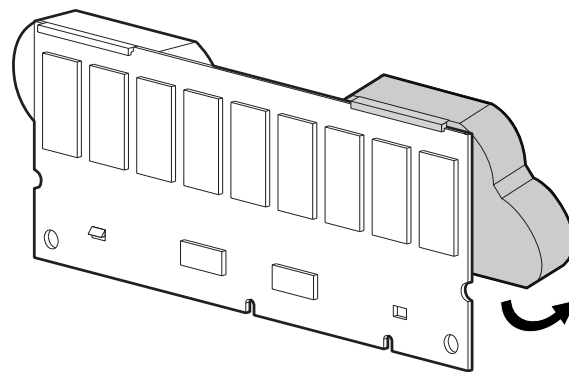

Figura 5: Inclinazione della batteria
2. Ruotare la batteria allontanandola dal modulo di circa 30 gradi. Vedere la Figura 5.